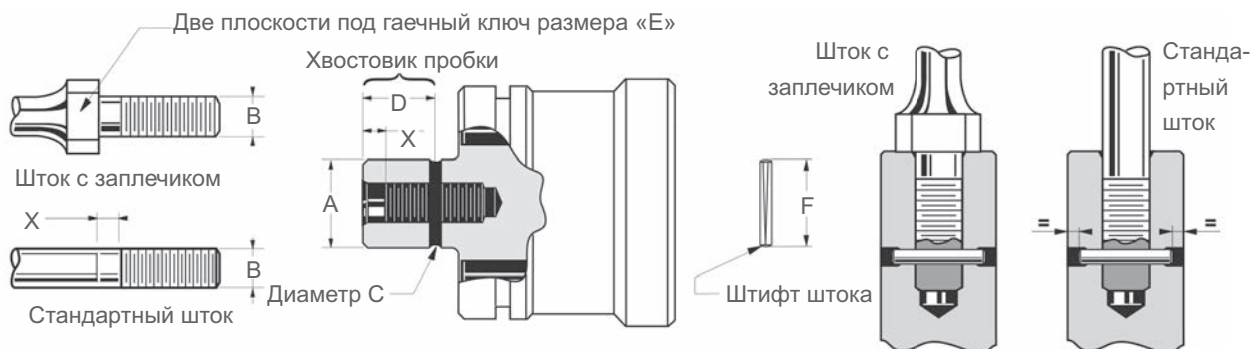

Рисунок 5. Метка на штоке пробки
Нанесите контрольную метку на шток пробки клапана на расстоянии «X» (таблица 1 и рисунок 5 на стр. 16), эквивалентном выемке под шток в пробке клапана.
6.1.3 Сверление отверстия под штифт (таблица 1 и рисунок 5 на стр. 16)